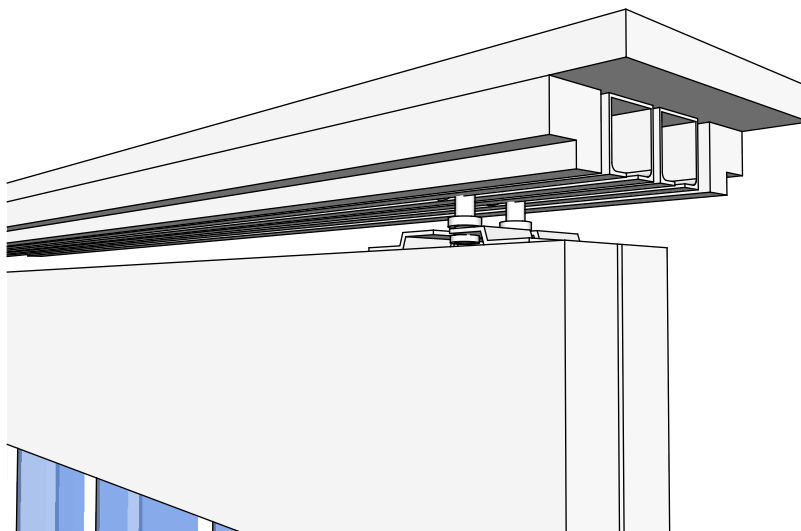

Рисунок 14
8. Монтаж дверного полотна (Рис. 14).